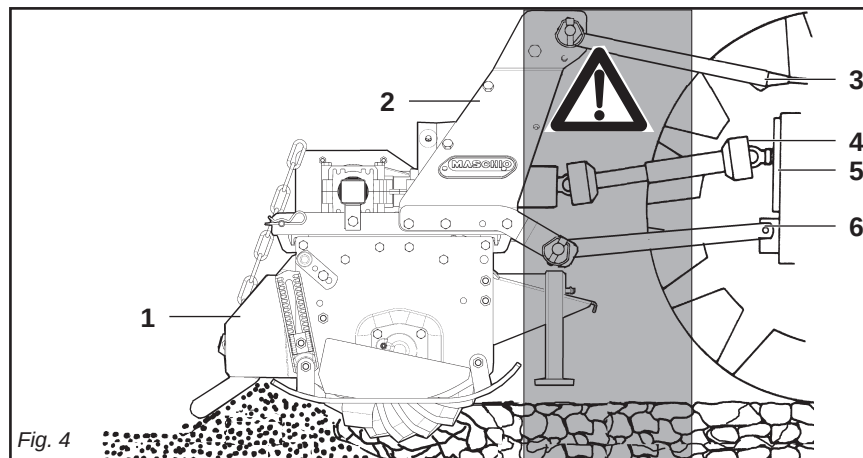

Fig. 4
- 29) È assolutamente vietato interpersi fra il trattore e l'attacco della macchina per manovrare il comando dall'esterno per il sollevamento (Fig. 4).
- 29) It is absolutely forbidden to stand between the tractor and the implement when manoeuvring the lift control from the outside (Fig. 4).
- 29) Il est absolument interdit de se mettre entre le tracteur et l'attelage pour manoeuvrer la commande de relevage de l'extérieur (Fig. 4).
- 29) Es ist absolut verboten, zwischen den Schlepper und den Anschluß zu treten, um die Aushebung von außen zu betätigen (Abb. 4).
- 29) Está absolutamente prohibido colocarse entre el tractor y el enganche para maniobrar el mando desde el externo en la fase de elevación (Fig. 4).